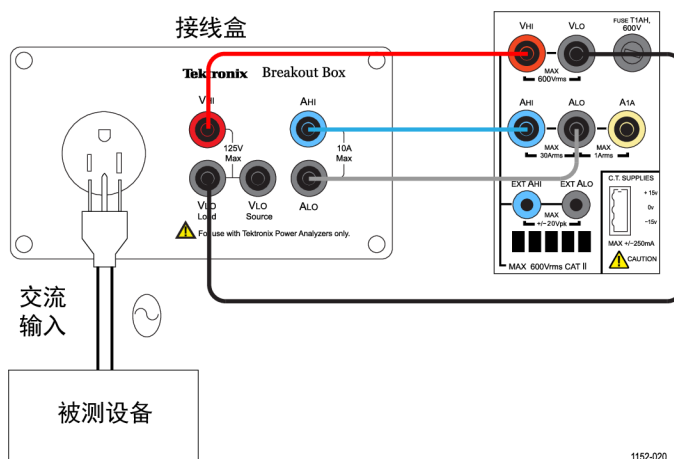

图 58: 浪涌电流测量接线图
- 使用 Tektronix 接线盒 (BB1000) 连接 DUT，如接线图中所示。（见图 58）